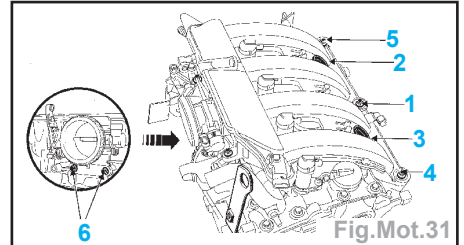

Fig.Mot.31
- Serrer dans l'ordre les vis du collecteur d'admission à 2,1 daN.m (Fig.Mot.31).